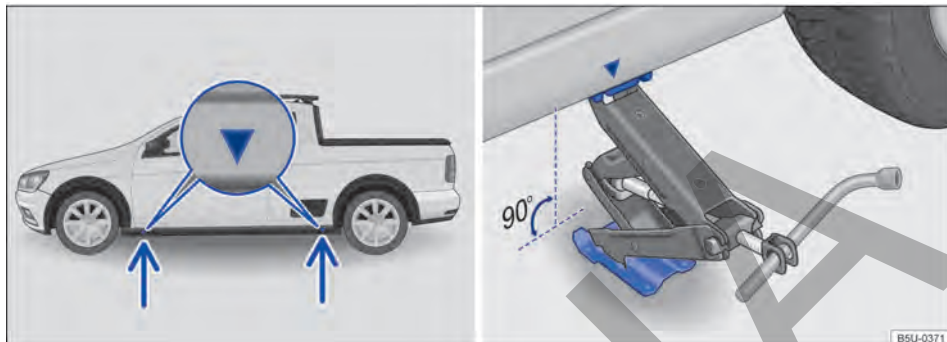

Fig. 216 Puntos de apoyo del gato y gato posicionado atrás en el lado izquierdo trasero del vehículo.
El gato únicamente puede ser posicionado en los puntos de apoyo indicados (marca en la carrocería) → fig. 216. Es válido el punto de apoyo ubicado próximo a la rueda correspondiente → ⚠.
7. Buscar debajo del vehículo el punto de apoyo del gato → fig. 216 más próximo a la rueda que se debe cambiar.
9. Garantizar que la base del gato, con toda su superficie, esté sobre el piso y que la base se encuentre perpendicularmente por debajo del punto de colocación → fig. 216.
10. Alinear el gato y, simultáneamente, levantar la garra del gato hasta que se encaje en el travesaño debajo del vehículo → fig. 216.
- Posicionar el gato únicamente en los puntos indicados. La garra del gato debe encajarse en el perfil del larguero de forma segura → fig. 216.